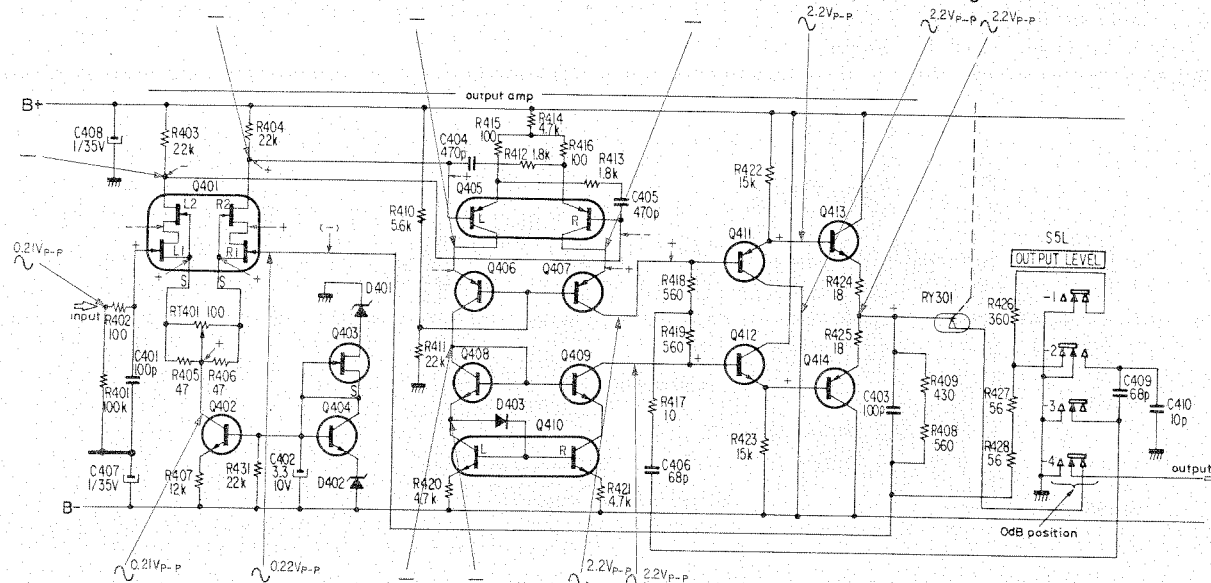

Fig. 11
Sur la Fig. 11 sont notés les niveaux de signal. Lorsque S5 est sur la position 0dB, le niveau d'entrée est alors réglé de manière à obtenir un niveau de sortie d'environ 0dB efficaces (2,2V c-c). Les signes + et - se rapportent à la polarité du signal à l'instant considéré.
- Q401 est un amplificateur différentiel de type cascode dont la polarité passe de la grille inférieure au drain supérieur comme indiqué Fig. 11.